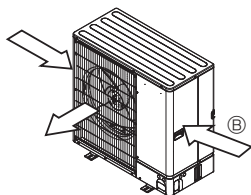

Fig. 2-5
- ③ Coloque la unidad de manera que la salida de aire sople en dirección perpendicular a la dirección estacional del viento, si la conoce. (Fig. 2-5)
④ Guía de aire
⑤ Dirección del viento